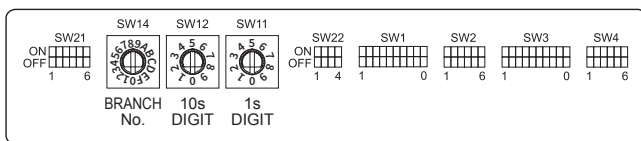

Fig. 5-13
5.6. Définition des adresses (Fig. 5-13)